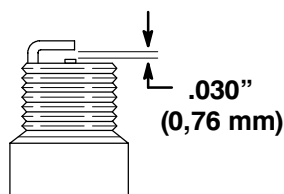

Bild 16
6. Stellen Sie den Elektrodenabstand an der Zündkerze auf 0,76 mm ein (Bild 16).